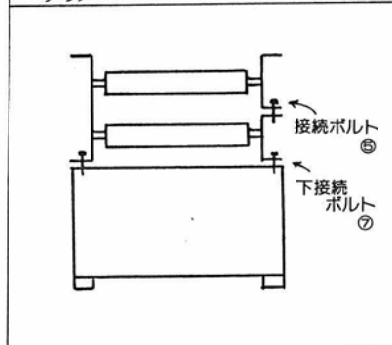
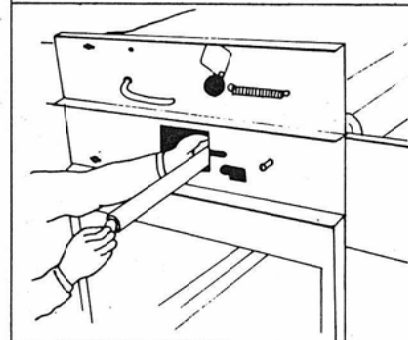

図3
図9
5. 接続ボルト⑤をはずす。〔図3〕
6. テンションローラー⑩を抜きとる。〔図9〕
7. 加圧スプリング⑩をはずす。（投入側から見て右側のみ）。
8. 接続ボルト⑥と⑦をはずす。〔図3〕